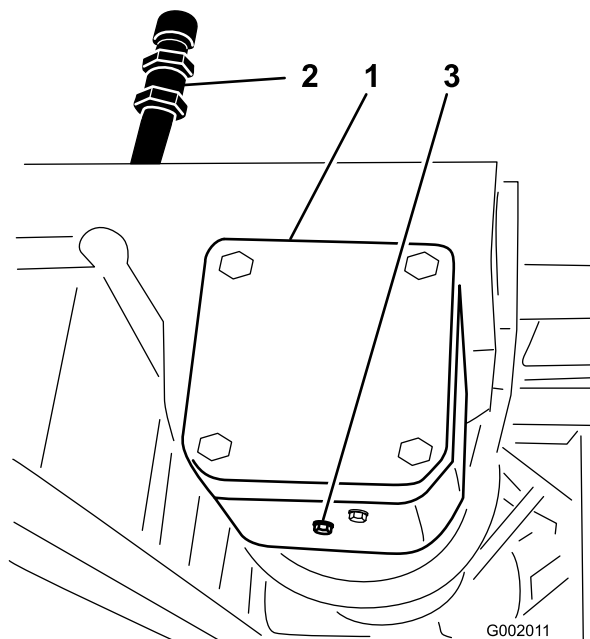

Рисунок 70
2. Поместите поддон под пробку сливного отверстия в редукторе привода насоса (Рисунок 70).